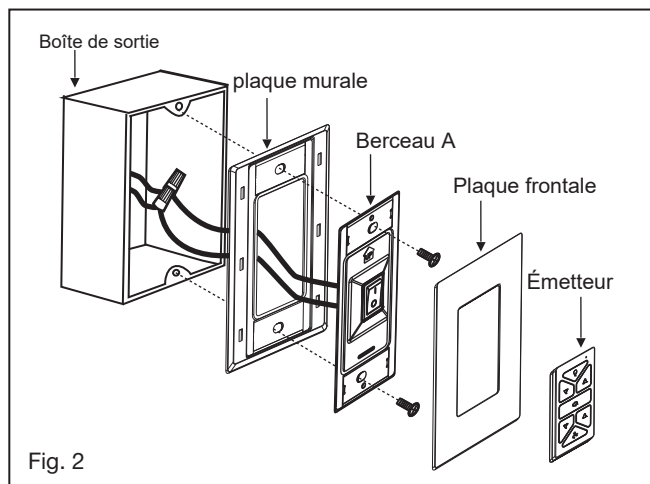

Fig. 2
- 2 Placez le berceau A dans la plaque murale. (Fig. 2)